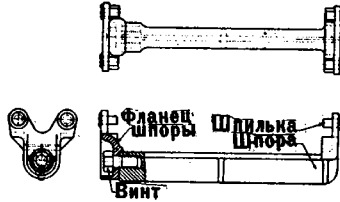

Рис. 66. Шпора гусеничного трака.
96. Гусеничные шпory (рис. 66).